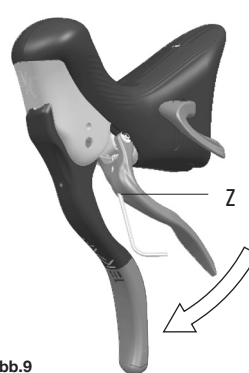

Abb.9
Die Position des Außenhebels, der näher am Bremshebel oder weiter davon entfernt sein kann, ist über den Stift im Innern der Öffnung Z (**Abb.9 / Abb. 10**) einstellbar. Die korrekte Position des Außenhebels muss so sein, dass der Hebel den Gummi auf dem Bremshebel streift, jedoch nicht berührt.
- Drehen Sie den Inbusschlüssel im Uhrzeigersinn (**Abb. 9**), wenn Sie den Hebel vom Bremshebel (**Abb. 10**) entfernen müssen, oder gegen den Uhrzeigersinn, wenn Sie den Hebel annähern müssen.